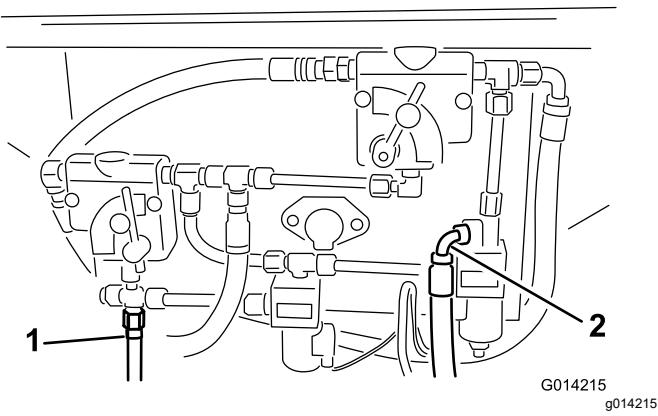
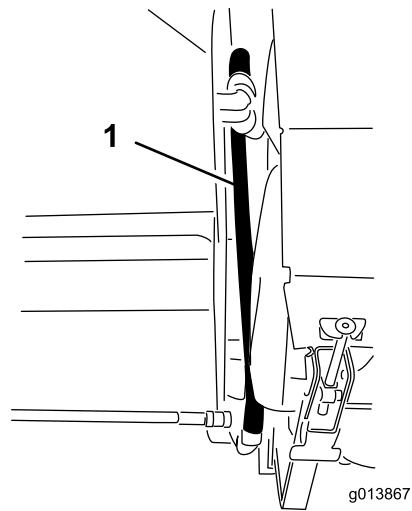
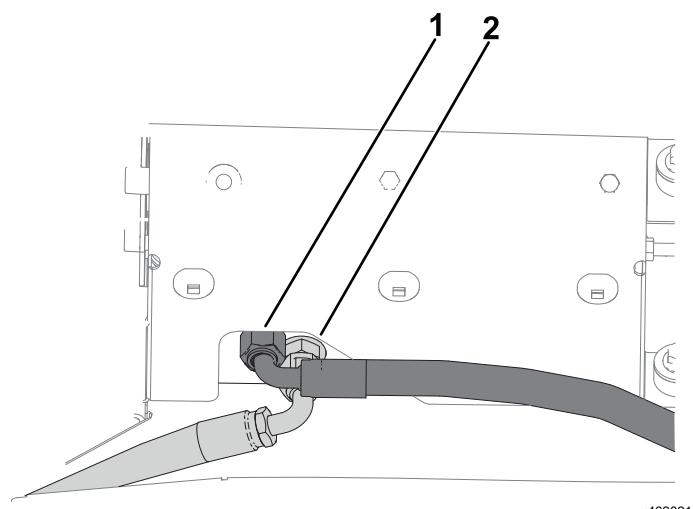
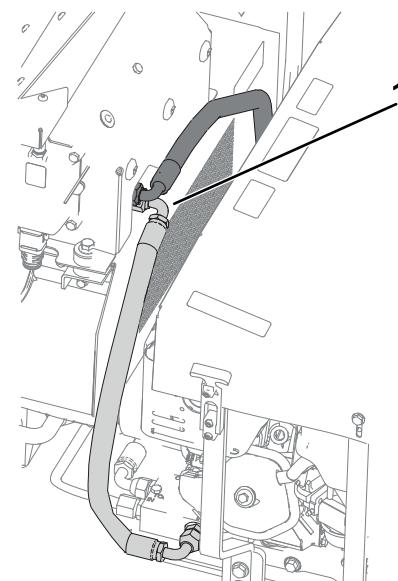

Bild 14
Bild 16
Bild 15
Bild 17
11. Identifizieren Sie die Druck- und Rücklaufanschlüsse am Grundmodell der Maschine. Siehe Bild 14 für SH-Versionen und Bild 15 für EH-Versionen.
12. Wenn der Druck- und Rücklaufschlauch bereits an den Stellen angeschlossen sind, die in **Bild 14** und **Bild 15** dargestellt sind, entfernen Sie sie.
13. Schließen Sie die Hydraulikschläuche am hydraulischen Bedienfeld an. Siehe **Bild 14** und **Bild 16** für SH-Versionen und **Bild 15** und **Bild 17** für EH-Versionen.